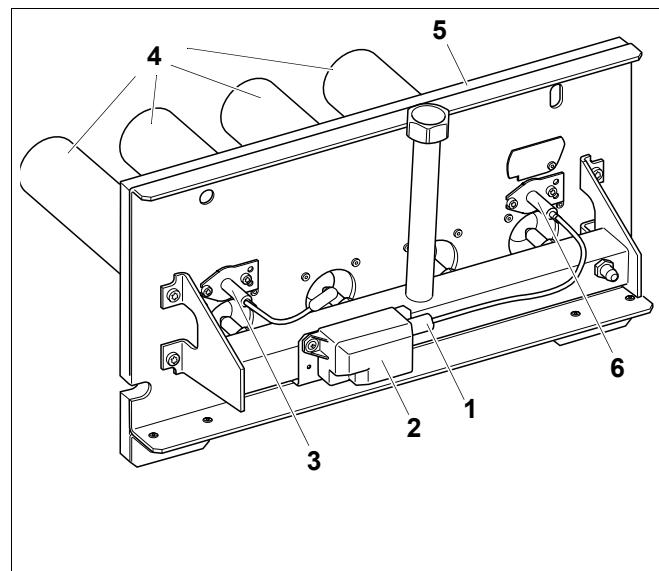

Рис. 43 Чистка горелки
- Отсоединить штекер кабеля для розжига (рис. 43, **поз. 1**) на трансформаторе розжига (рис. 43, **поз. 2**).
- Открутить оба болта на контролирующим электроде (рис. 43, **поз. 3**) и осторожно вынуть его.
- Открутить оба болта на запальном электроде (рис. 43, **поз. 6**) и осторожно вынуть его.
- Опустить стержни горелки (рис. 43, **поз. 4**) в воду с чистящим средством и очистить их щеткой.
Следите за тем, чтобы не намочить теплоизоляцию на щитке горелки (рис. 43, **поз. 5**) и запальный трансформатор (рис. 43, **поз. 2**). При необходимости снимите запальный трансформатор.